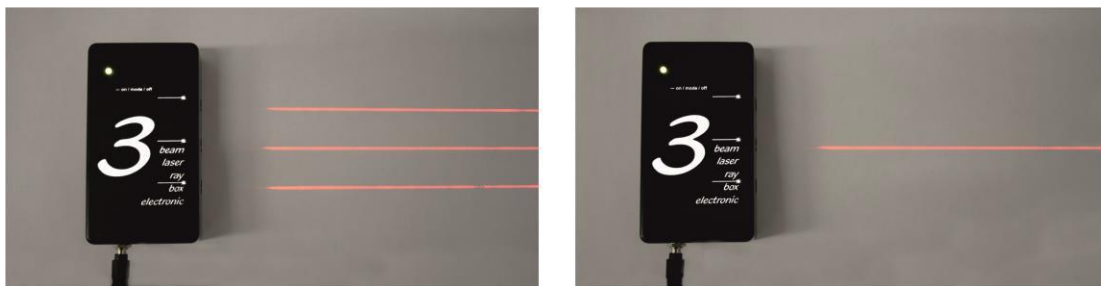

Abb. 1
6. Drücken Sie erneut den Taster „on / mode / off“. So schalten Sie zwischen den Betriebsarten 1 und 2 um (vgl. Abb. 1).